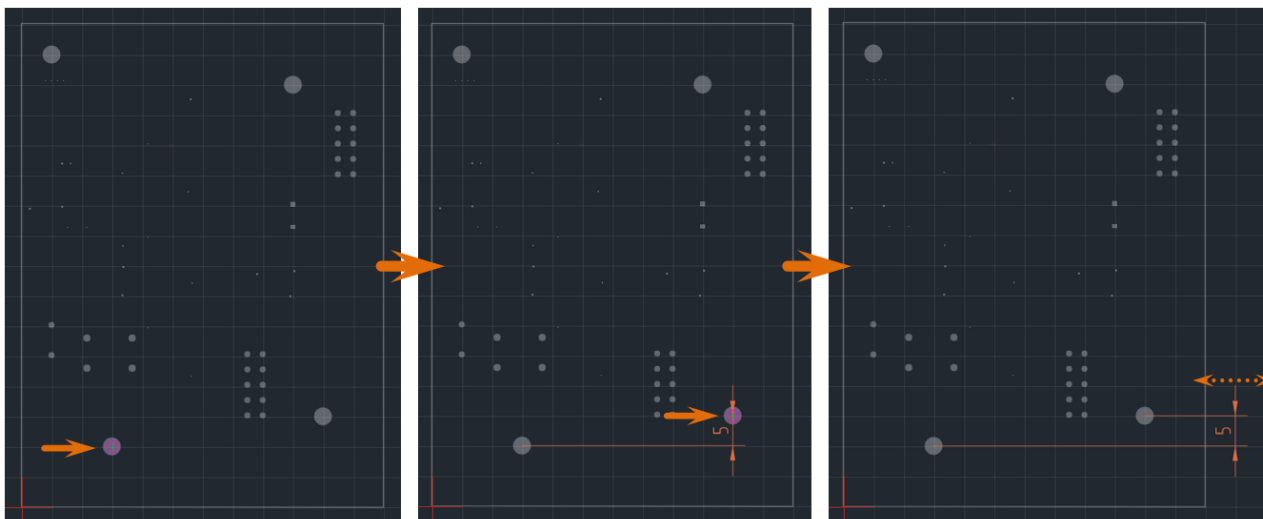

Рис. 466 Размещение вертикальной цепной размерной линии. Первый размер
5. Установите длину и направление выносных линий, зафиксируйте кликом левой кнопки мыши или клавишей «Enter», см. Рис. 466.